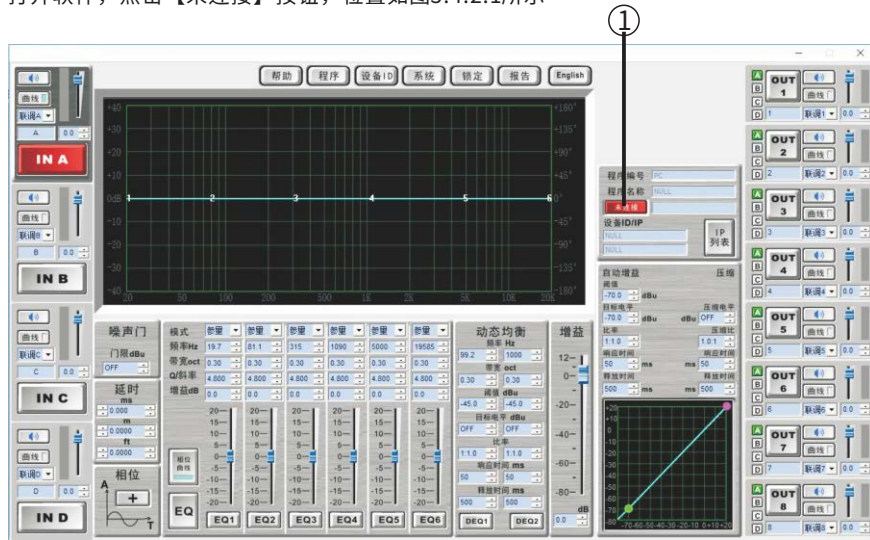

图3.4.2.1
① 打开软件，点击【未连接】按钮，位置如图3.4.2.1所示